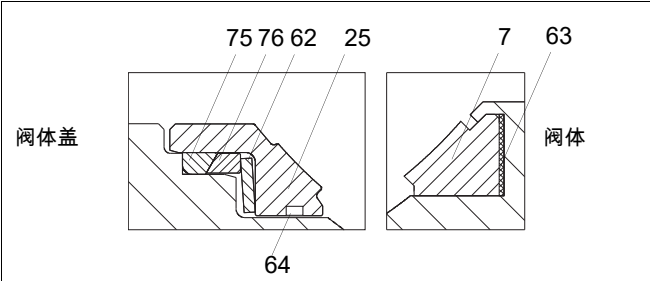

图 27 G 阀座（2"）
- 将背密封（63）放入阀体埋头孔中。然后，将阀座（7）放入阀体埋头孔中，请参见图 27。
- 将背密封（75）、支撑环（76）、弹簧（62）和带背密封（64）的阀座（25）放入阀体盖中，请参见图 27。